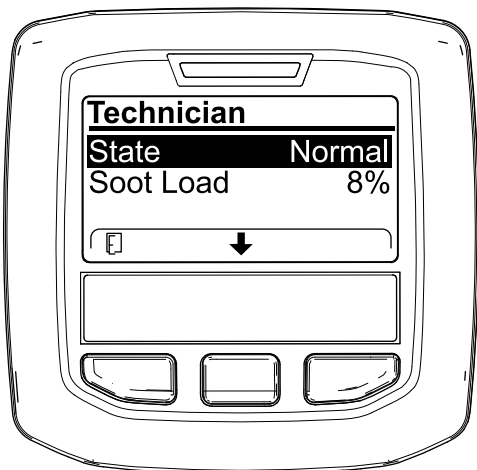

Рисунок 45
- Используйте рабочую таблицу по фильтру DPF, чтобы понять текущее состояние работы DPF (Рисунок 45).